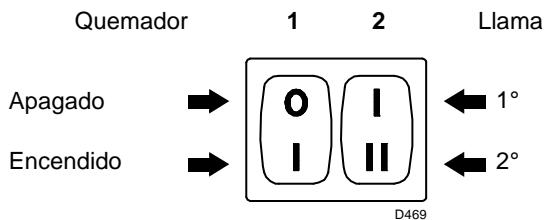
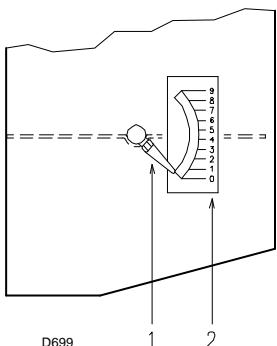
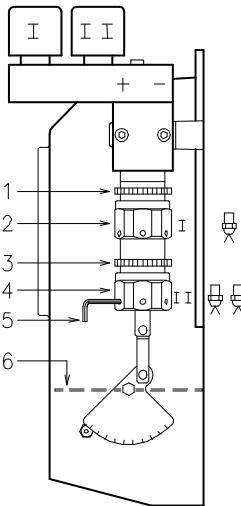

Fig. 22
Fig. 23
Fig. 24
- Cuando el gasóleo sale por el tornillo 3), es indicativo de que la bomba está cebada. Parar el quemador: interruptor 1) (Fig. 22 pág. 19).en posición "PARO" y apretar el tornillo 3).
- Poner en marcha el quemador cerrando los termostatos y con el interruptor 1) (Fig. 22 pág. 19) en la posición "MARCHA". La
Situar el interruptor 1) (Fig. 22) en la posición "MARCHA".
Mantener el quemador funcionando en 1^a llama, situando el interruptor 2) (Fig. 22) en la posición 1^a llama. La abertura del registro 6) (Fig. 24) debe ser proporcionada a la boquilla elegida: el índice 1) (Fig. 23) debe corresponder con la muesca 2) (Fig. 23) que se indica en la tabla (Tab. E). El reglaje se efectúa girando el hexágono 2) (Fig. 24):
Situar el n° posición 2,3 (Fig. 23) con el índice 1).
Cuando termina la regulación bloquear el exágono 2) (Fig. 24) con la contratuerca.
N° = Posición 2) (Fig. 23)
Situar el interruptor 2) (Fig. 22 pág. 19) en posición 2^a llama y regular el registro 6) (Fig. 24) actuando sobre el hexágono 4) (Fig. 24), después de haber aflojado la contratuerca 3) (Fig. 24)